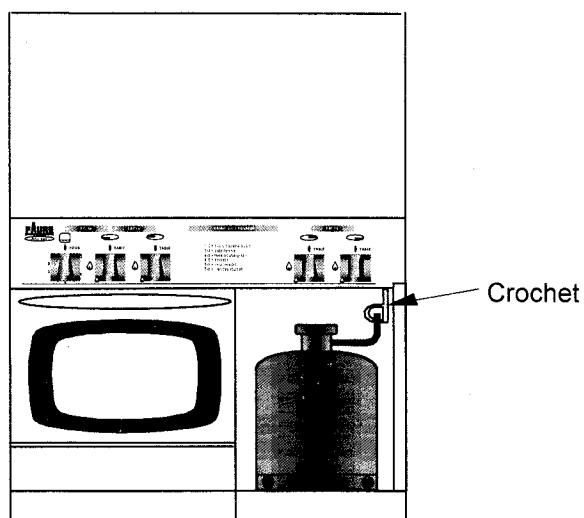

fig. 9
- Le tuyau doit **IMPERATIVEMENT** être fixé sur le côté droit de la cuisinière, à l'aide du crochet spécial (fig. 9).